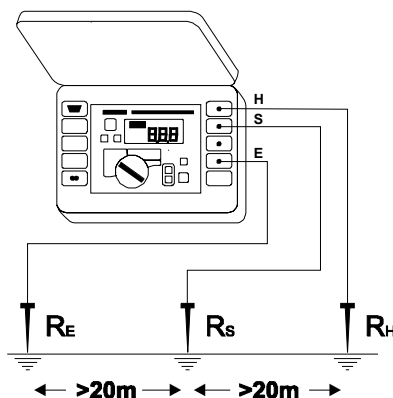

Рис. 8. Трехполюсная схема для измерения сопротивления заземления
1. Соединить заземлитель с измерительным гнездом **4** измерителя, обозначенным как „E” (Рис.8);